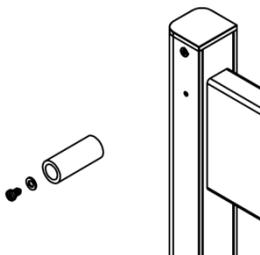

Fig. 3
5. Poser les supports à plus petit diamètre ( $\varnothing$  19) sur l'appareil avec les 4 vis M4 et 4 rondelles pour M4 selon la figure 3.